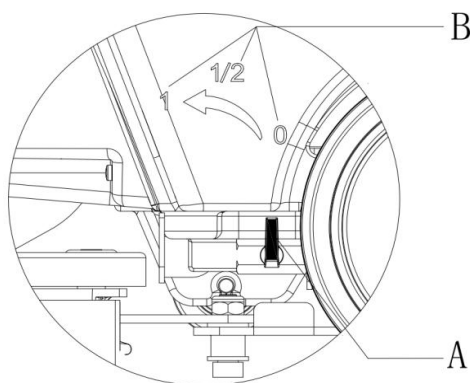

Figure 7
L'interrupteur d'alimentation (45) doit être sur la position d'arrêt "o" avant de régler le bouton de la vanne (A, Figure 7).
Régler le bouton de la vanne pour régler le volume du débit de l'eau en fonction des besoins réels. B dans la Figure 7 représente le volume du débit d'eau.